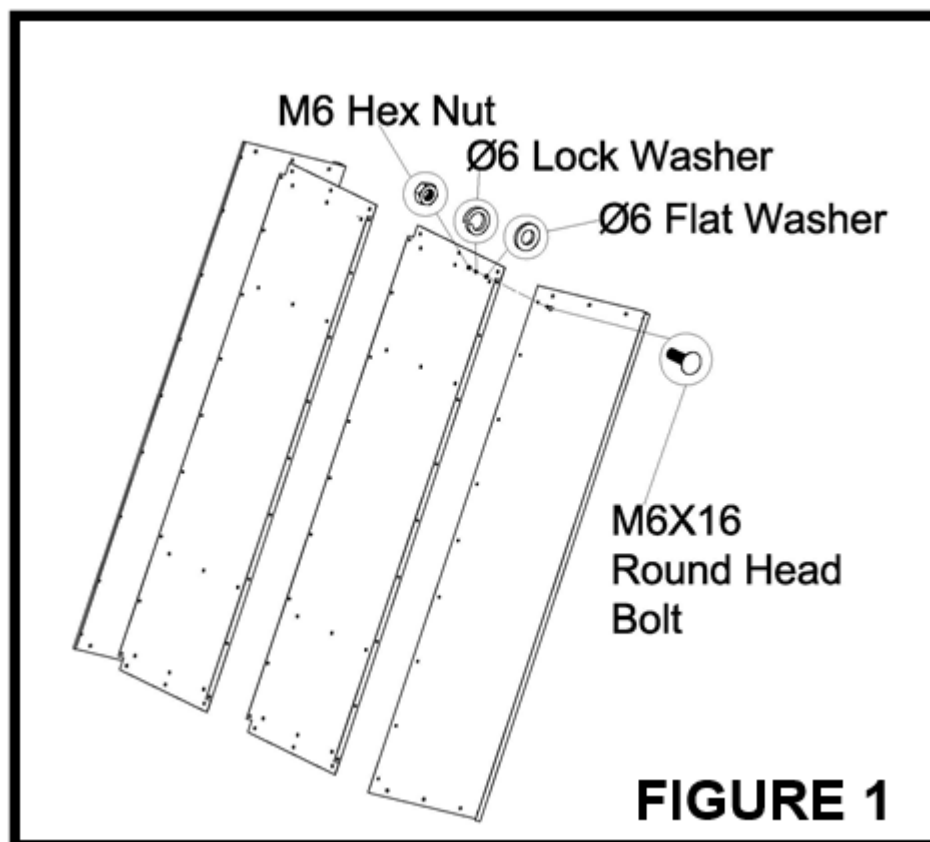

Abbildung 1
3. Befestigen Sie die Seiten und den Boden des Wagens mit Rundschrauben M6x16, Unterlegscheiben Ø6, Sicherungsscheiben Ø6 und Sechskantmuttern M6. **Siehe Abbildung 1.**